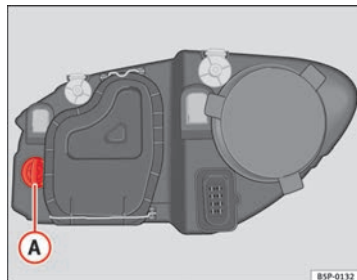

Fig. 187 Lámpara luz intermitente
- Gire el portalámparas ⇒ fig. 187 **A** a la izquierda y tirar.